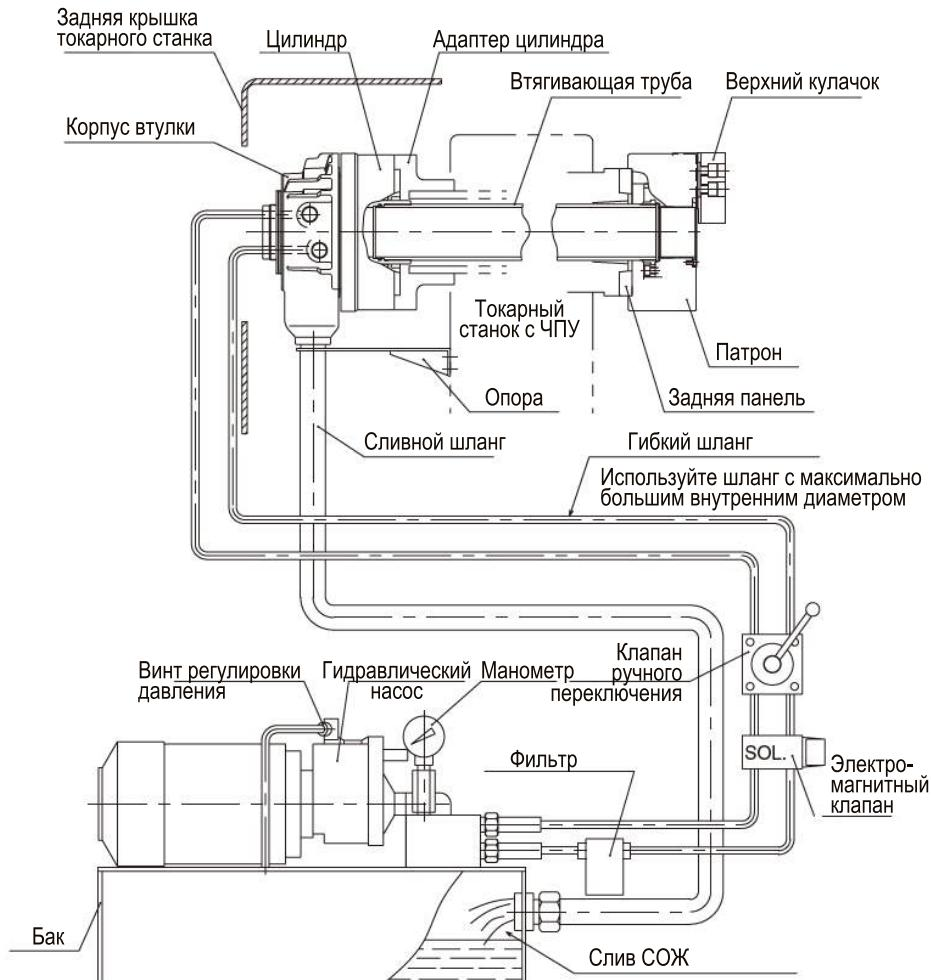

Рисунок 15
- Торцевая часть корпуса находится выше уровня масла. (см. рис. 15).